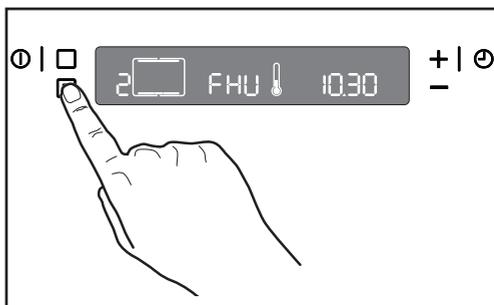

Рис. 15
4. Нажмите на кнопку . На дисплее температуры появится индикация “FNU” (Рис. 15).